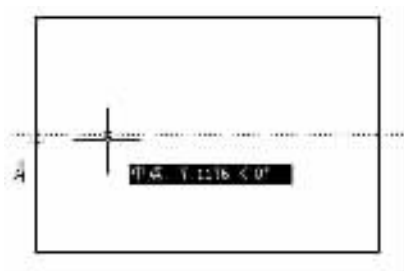

图 2-10 追踪辅助线
- (1) 打开如图 2-10 所示图形。
- (2) 在“草图设置”对话框中设置对象捕捉方式为“中点”、“端点”、“延伸”。
- (3) 按 F3 和 F11 键,打开对象捕捉及自动追踪功能。
- (4) 输入 Line 命令。
(5) 将光标放置在 A 点那条线上,AutoCAD 会自动捕捉到中点 A 并单击,并在此建立追踪参考点,同时显示出追踪辅助线,如图 2-10 所示。